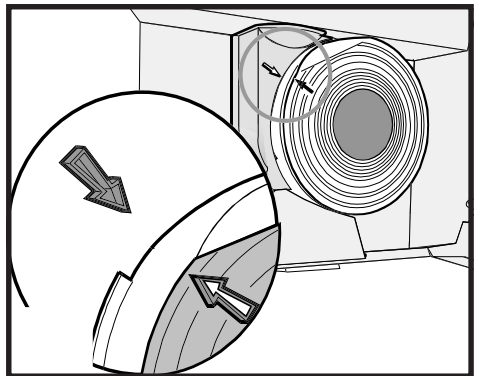

Fig. 9 - Abb. 9 - Obr. 9
- c) **Si el filtro de carbón no está montado**, cubrir la rejilla de protección del rotor del motor y alinear la referencia de plástico del filtro de carbón con la del canalizador y girar en el sentido de las manecillas del reloj hasta que se bloquee (Fig. 9).